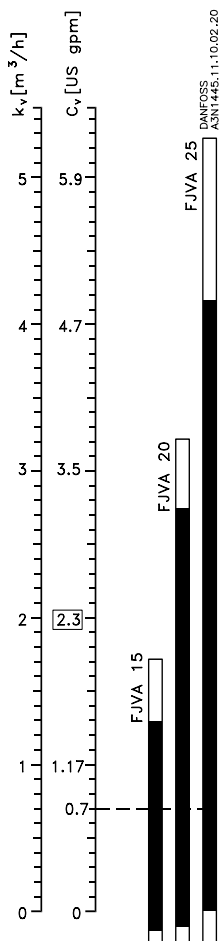

Fig. 7
- Fig. 7 - Rango de funcionamiento de la válvula